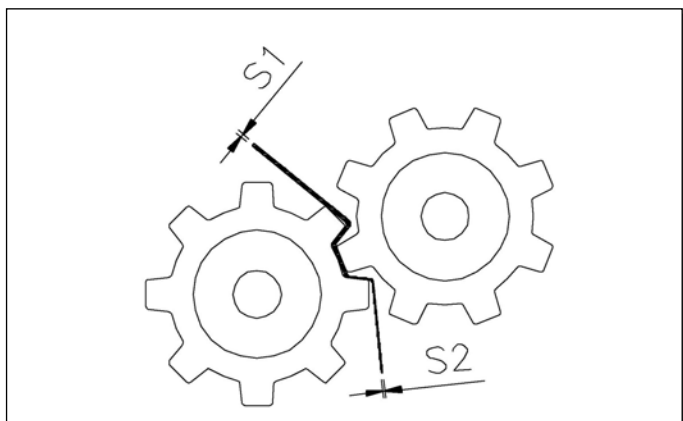

Рис. 8
7. Измерьте толщину проволоки на участке, на котором проволока была обжата между зубьями шестерен. Проверьте, что размер S2 (см. рис. 8), равный зазору между зубьями шестерен, составляет 0,15 ... 0,30 мм.